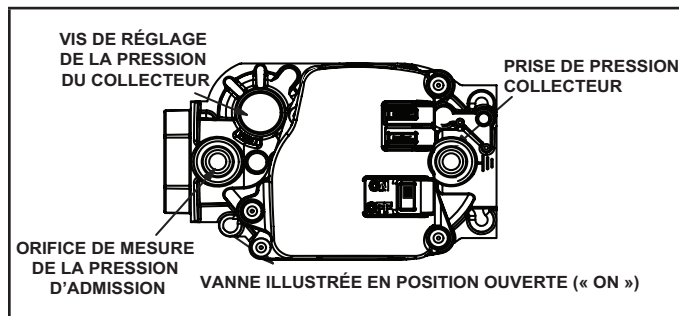

Figure 66
#### Fonctionnement de la vanne de gaz Figure 66
- 6 - Mettez le contacteur de la vanne de gaz sur « OFF ». Reportez-vous à la Figure 66.
- 8 - Mettez le contacteur de la vanne de gaz sur « ON ». Reportez-vous à la Figure 66.
Pour tester la pression du gaz d'alimentation, utilisez la prise fileté de 1/8 po NPT sur la vanne de gaz pour raccorder un manomètre d'essai. Reportez-vous à la Figure 66. Vérifiez la pression du gaz dans la canalisation lorsque l'appareil fonctionne à sa puissance maximale. Une pression trop faible peut causer un fonctionnement erratique ou une mauvaise combustion. Une pression trop élevée peut endommager la vanne de manière permanente ou causer un emballement.